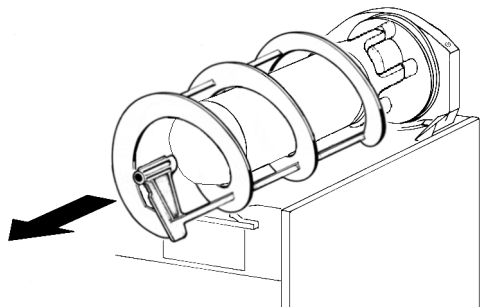
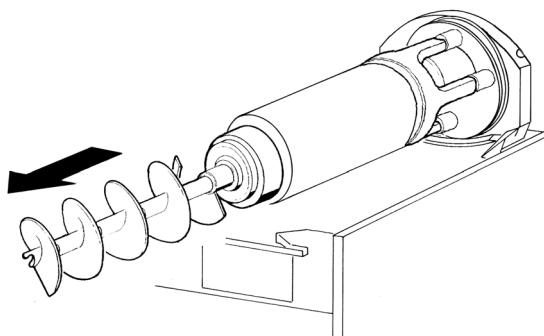

figura 8
figura 9
- 3 Sfilare dall'evaporatore la spirale esterna (vedere figura 8) e successivamente l'elica interna (vedere figura 9).